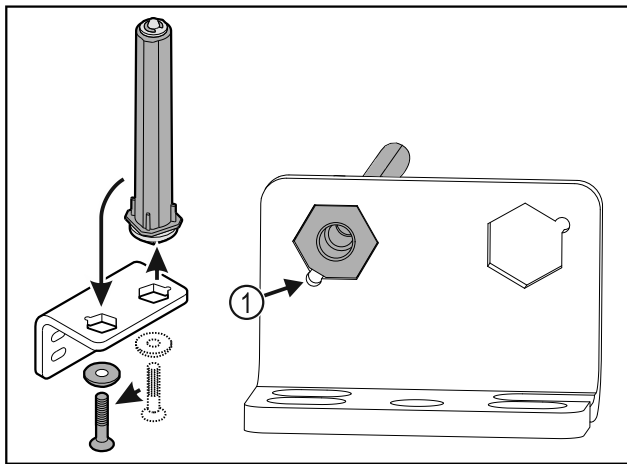

Fig. 27
- ▶ Verificare che durante l'inserimento lo smusso del perno Fig. 27 (1) sia rivolto verso il foro circolare.